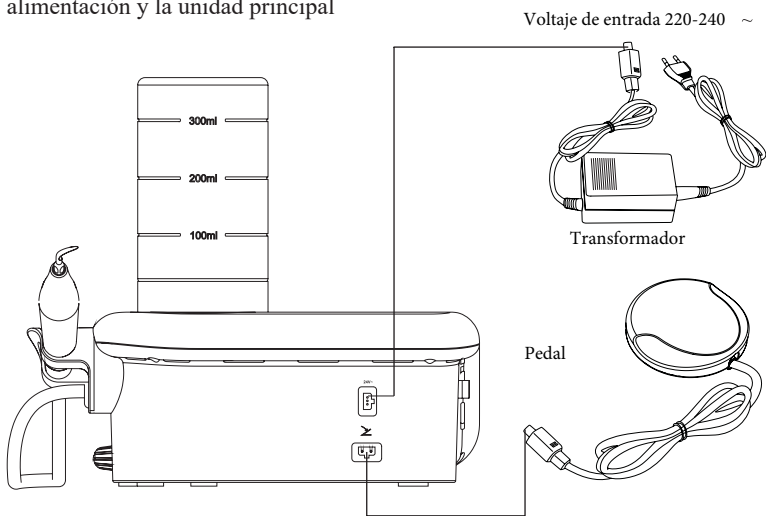

Figura 3
c) Inserte el enchufe del pedal en la correspondiente conexión (ver figura 3).